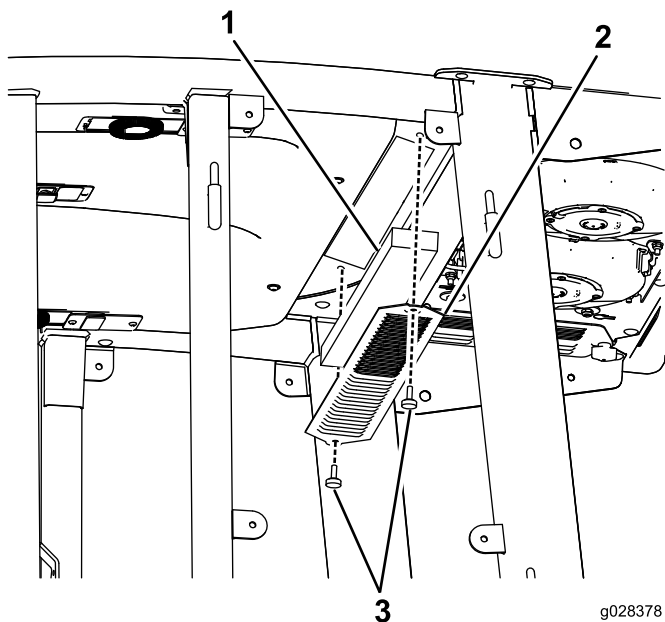
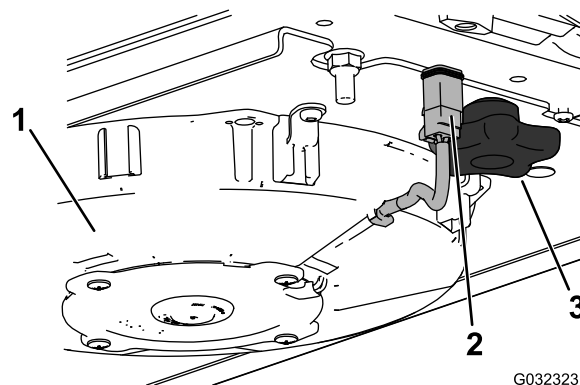
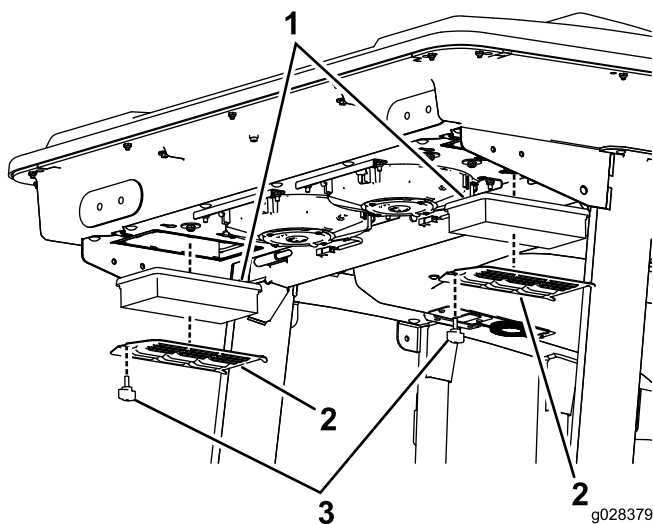
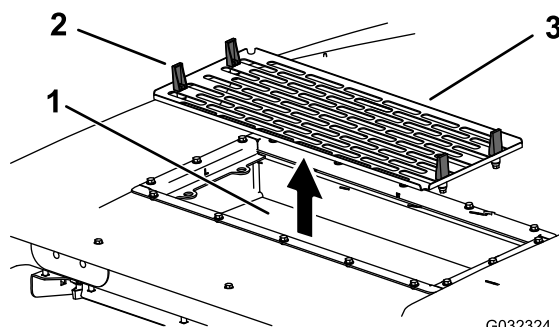

Figure 89
Figure 91
Figure 90
Figure 92
1. Retirez les vis et les grilles des filtres à air intérieur et arrière de la cabine (Figure 89 et Figure 90).
5. Déposez les filtres à air (voir Figure 90).
7. Reposez les filtres à air, la grille et le ventilateur (Figure 90, Figure 91 et Figure 92).
8. Rebranchez le câble de chaque ventilateur (Figure 91).